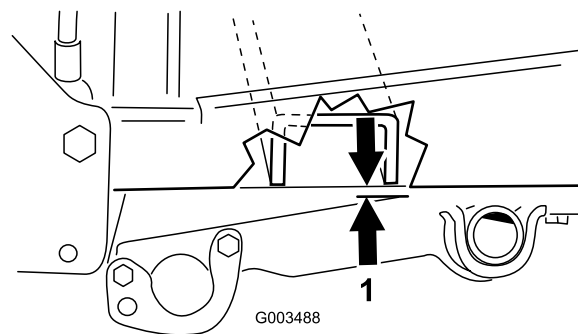

Figura 18
- B. Gire la articulación esférica indicada en la Figura 18 para cambiar la longitud de la varilla, de la siguiente manera: